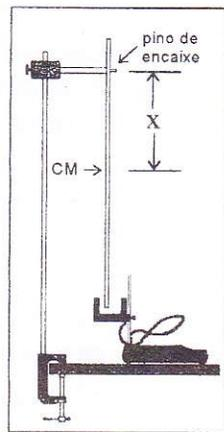

Figura 4: Montagem experimental do pêndulo físico.
O arranjo experimental a ser utilizado é mostrado na figura 4.
Você irá determinar o período de oscilação da régua de alumínio em relação a vários eixos, isto é, para diversas distâncias x (figura 4) do eixo de oscilação (pino) ao centro de massa (CM).
- Pendure a régua no pino de encaixe a uma distância $x = 0,45$ m do seu CM e posicione o disparador ótico de forma que o feixe luminoso seja bloqueado quando a régua estiver na posição vertical, como ilustrado na figura 4. (Cole uma etiqueta adesiva nesta extremidade da régua, a fim de que o feixe não passe através dos furos.)